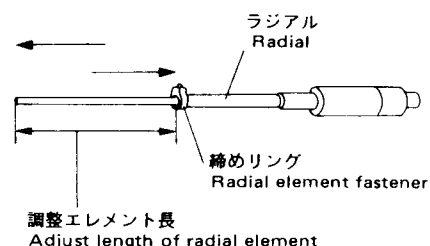

Fig. 6
4. 各ラジアルに調整エレメントを差し込み、締めリングで固定します (Fig6参照)。差し込み量は後記